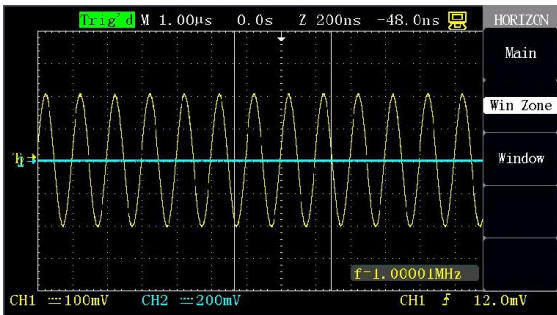

Figura 2-26 Configuração da janela
- Gire o botão [s/div] (para regular o tamanho da janela) e o botão [POSITION] horizontal (para regular a posição da janela) para selecionar a forma de onda a ser observada, como mostrado na figura 2-26. A base de tempo da expansão não pode ser mais lenta que a base de tempo principal.